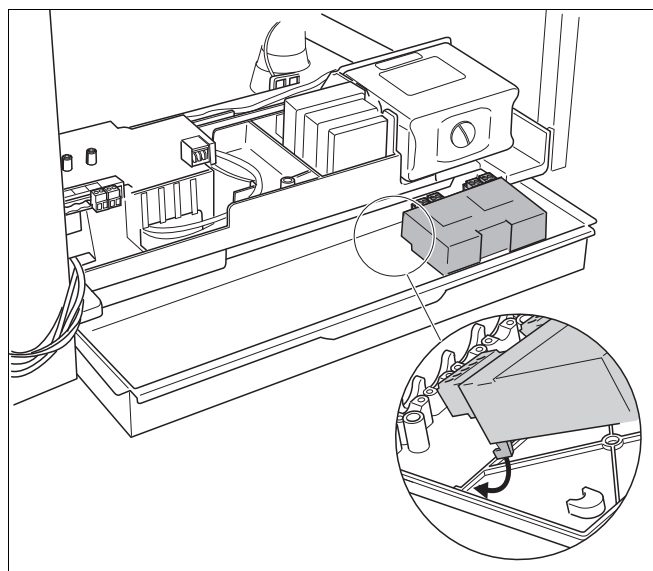

Fig. 41 Module op de montageplaat bevestigen
- Bevestig de module op de montageplaat (→ fig. 41).